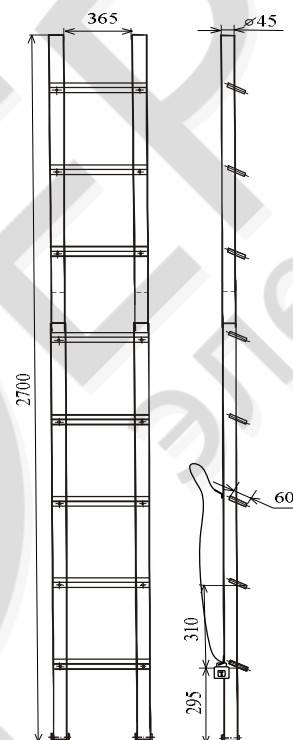
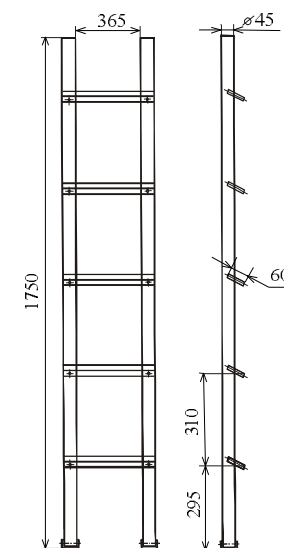

Рисунок 1. Габаритные размеры лестницы в сборе
Рисунок 2. Габаритные размеры нижнего звена лестницы
3.1 В зависимости от необходимой высоты подъема лестница может использоваться, как двухзвенная (рисунок 1), так и однозвенная (рисунок 2). В однозвенном варианте используется нижнее звено, оснащенное металлическими либо резиновыми наконечниками. В двухзвенном варианте второе звено вставляется в имеющуюся однозвенную лестницу. Подобный способ сочленения звеньев обеспечивается за счет конусности тетив.